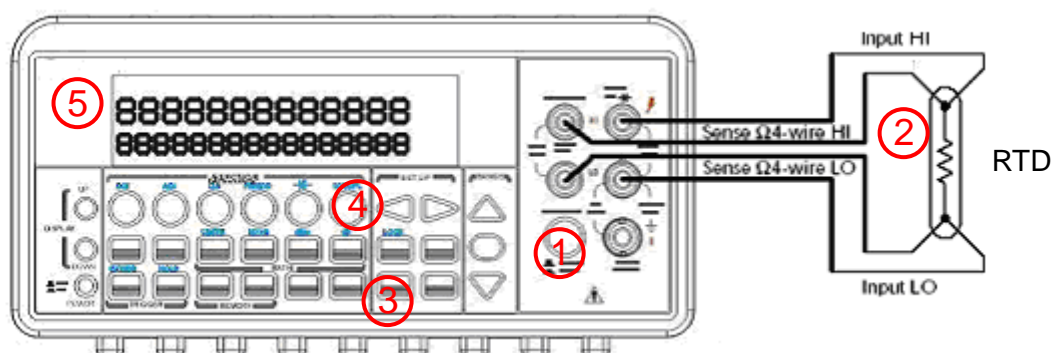

図 3-17
- ① TERMINALS スイッチを使用して前面パネルの入力端子を洗濯します。
- ② 図 3-17 に示すように、プラチナ RTD を接続します。
- ③ CONFIG、TEMP ボタンを押した後、◀または▶ボタンを押すとディスプレイが“SENSOR”表示のときセンサータイプを、“UNIT”表示のとき単位を、“TRANSDUCER”表示のとき測定モードを選択し ENTER ボタンを押します。それぞれについて◀または▶ボタンで項目を選択し、ENTER ボタンを押して設定します。
- ④ TEMP ボタンを押します。
- ⑤ RTD を希望の位置に置き、ディスプレイ上の測定値を読み取ります。